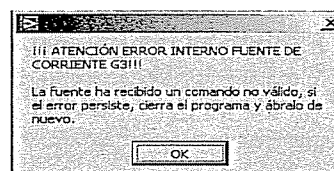

Figura 15: Mensaje de error interno fuente de corriente girotrón 3.
- **Error interno fuente de corriente G3.** Indica que ha recibido datos erróneos como indica la figura 15.